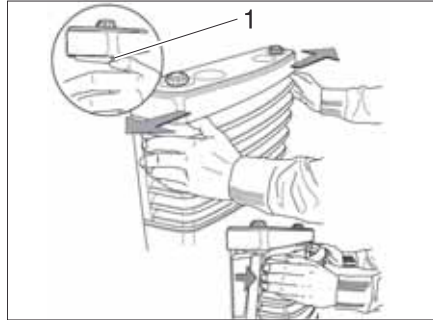

Fig. 106 Rimozione della copertura del riscaldamento
- Rimuovere la copertura del riscaldamento spingendo verso l'esterno le molle di chiusura (Fig. 106,1) laterali, inclinando la copertura in avanti e sollevandola dai supporti inferiori.